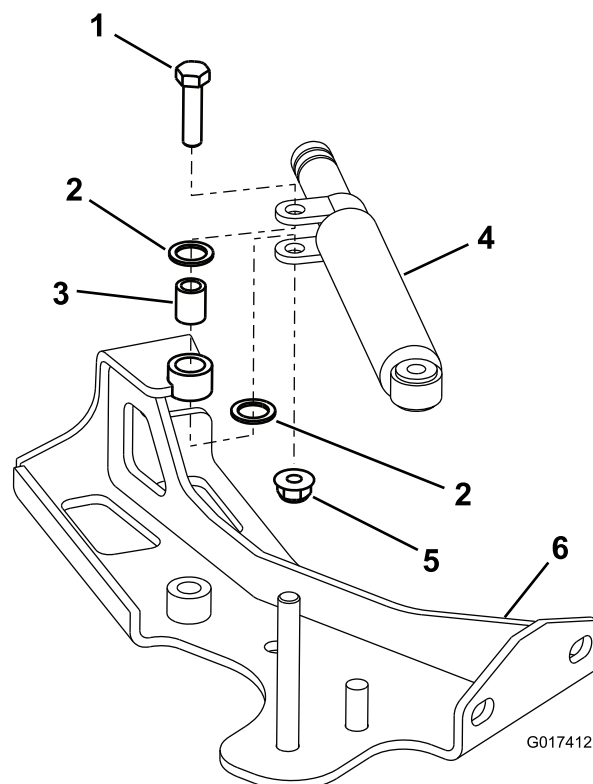
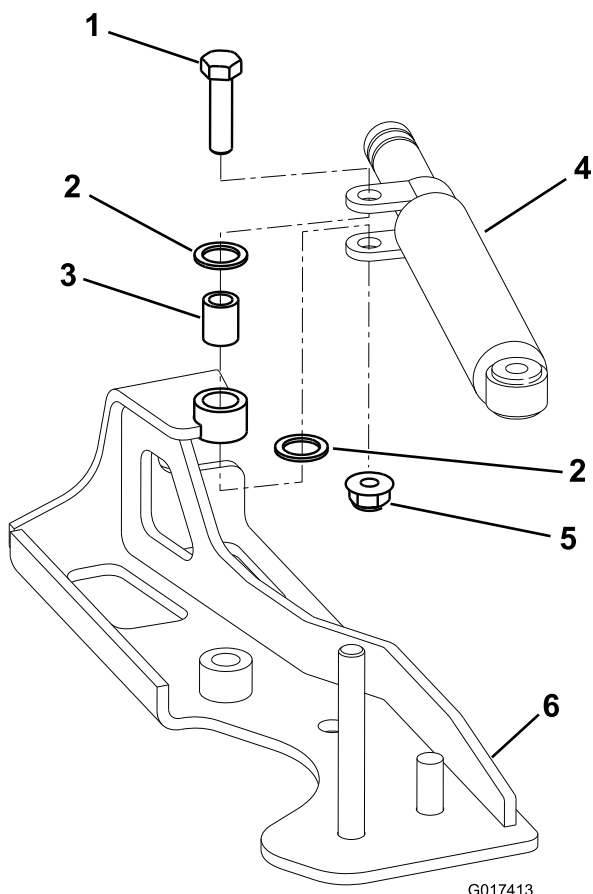

Figure 1
Figure 2
Remarque: Appliquez du produit antigrippant « Never Seez » (réf. Toro 505-181) sur la bague de pivot (Figure 1 ou Figure 2).
2. Posez l'amortisseur sur la plaque de support câble neuve, comme illustré à la Figure 1 ou Figure 2.